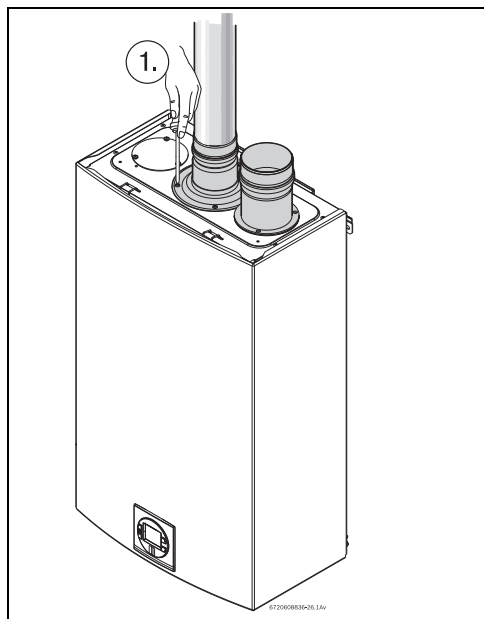

Fig. 26
- ▶ Apretar los 4 tornillos del accesorio de evacuación, consultar la Fig. 26 , pos. 1.